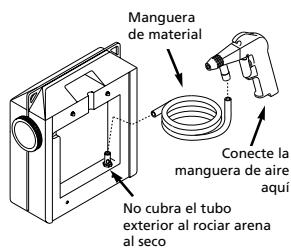

Figura 5 - Modelo AT125102
- Conecte la manguera de material al conector de la manguera. Conecte el otro extremo de la manguera de material a la pistola (Vea la Figura 5). Nunca asegure la manguera con abrazaderas.